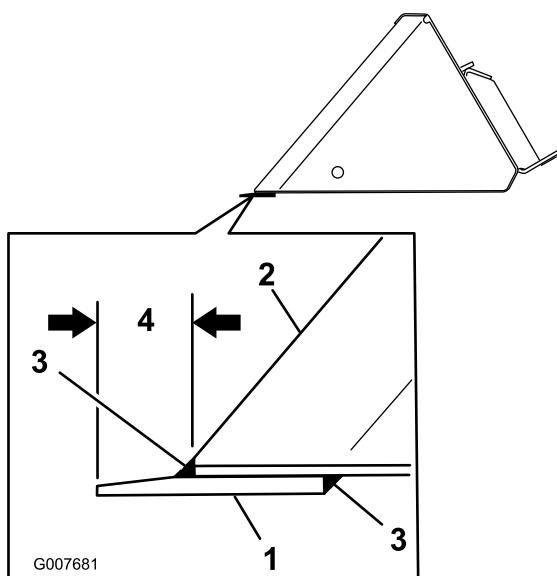

Figure 1
1. Sujete el filo debajo del borde delantero del cucharón con mordazas (Figure 1), asegurándose de dejar sitio suficiente para soldar toda la longitud de las costuras delantera y trasera.
- Para los modelos 22409 y 22410, sujete el filo de manera que sobresalga 3,2 cm (1-1/4 pulg.) del borde delantero del cucharón (Figure 1).